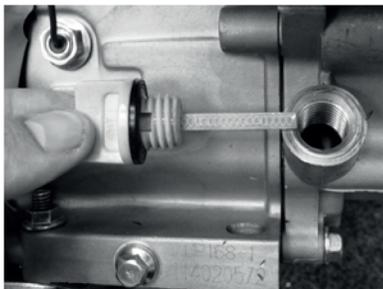

Рис. 10
2. Выкрутите пробку маслозаливной горловины (Рис. 10).
1. Выкрутите пробку маслозаливной горловины (Рис. 10).